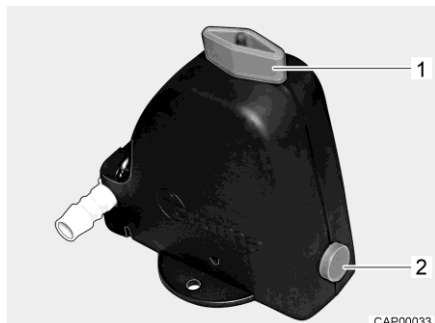

Fig. 275 Valvola di sicurezza/di scarico (Truma)
- Chiudere la valvola di sicurezza/di scarico (Truma). A tal fine ruotare la manopola (Fig. 275,1) verticalmente rispetto alla valvola di sicurezza/di scarico e premere verso l'interno il bottone automatico (Fig. 275,2). Con temperature inferiori a 6 °C non è possibile chiudere la valvola di sicurezza/di scarico. Per questo motivo è necessario inserire il riscaldamento dell'abitacolo ed aspettare che la temperatura della valvola di sicurezza/di scarico salga sopra gli 6 °C.